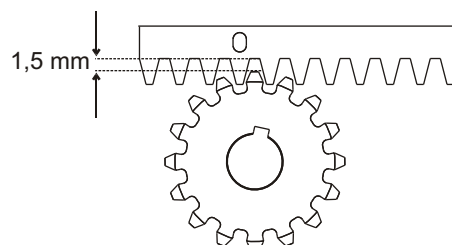

Abb. 11
5.6. Um zu verhindern, dass sich das Torgewicht auf das Ritzel verlegt, die gesamte Zahnstange um 1,5mm anheben (Abb. 11),